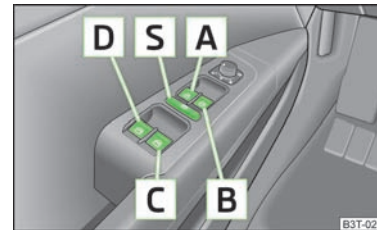

Fig. 25
- Când se transportă copii pe locurile din spate, vă recomandăm să scoateți din funcțiune comutatoarele din portierele din spate (comutatorul de siguranță) **[S]** » fig. 25.
Prin apăsarea comutatorului de siguranță **[S]** » fig. 25, puteți scoate din funcțiune tastele acționării geamurilor din portierele din spate. Apăsând încă o dată comutatorul de siguranță **[S]**, puteți restabili funcționarea tastelor acționării geamurilor din portierele din spate.